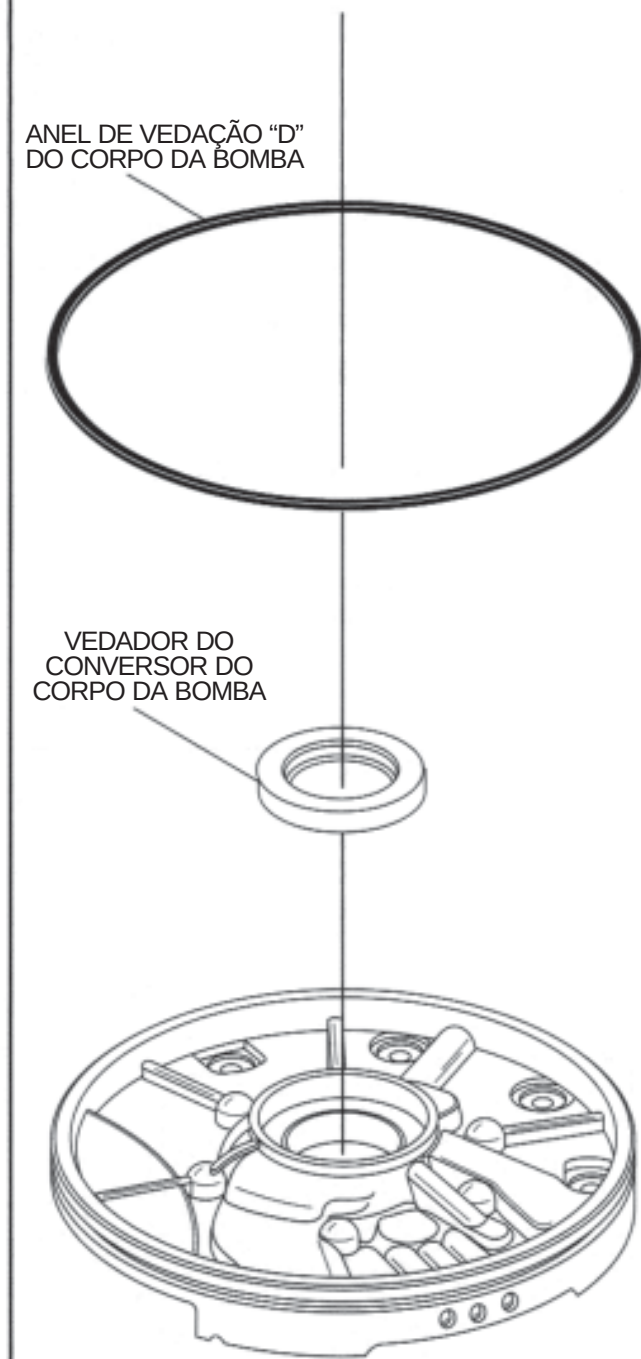

Figura 56
6. Instale um novo vedador no conversor do corpo da bomba de óleo, conforme ilustrado na Figura 56.
7. Instale um novo anel vedador "D" dentro da ranhura que fixa o alojamento do conversor à bomba de óleo (Vide Figura 56).